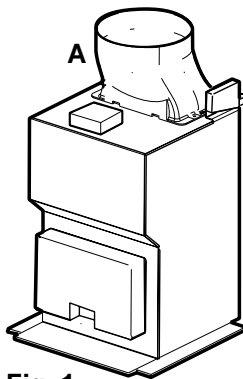

Fig. 1
- L'air est rejeté à l'air libre par un conduit raccordé sur le tuyau d'évacuation **A. Fig. 1**.